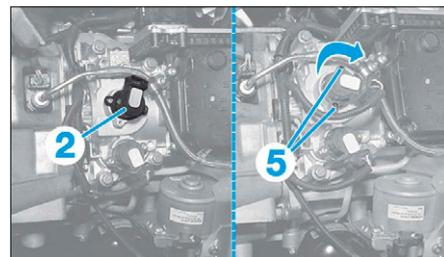

FIG. 21
- Positionner le capteur de sélection (2) sur le doigt d'armement (7) (Fig.21).